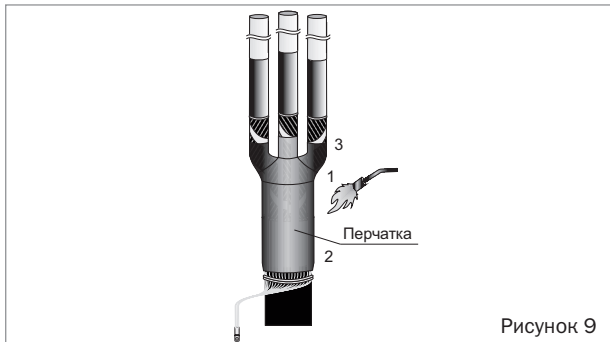

Рисунок 9
- В случае концевой муфты наружной установки после усадки трекингостойкой трубки надеть на кабель два термоусаживаемых изолятора с интервалом 60 мм между изоляторами и усадить, начиная с нижнего (рисунок 9).
- и усадить, начиная с нижнего (рисунок 9).
- Сблизить жилы кабеля. Надеть перчатку до упора в корешок разделки. Усадить перчатку, начиная с середины, затем её основание на оболочку кабеля, а потом пальцы перчатки на жилы кабеля. После усадки по торцам основания и пальцев перчатки должен быть виден выступивший расплавленный клей (рисунок 9).